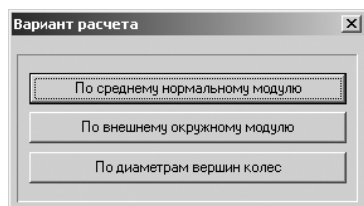

Рис. 5.24. Диалоговое окно **Вариант расчета**
- щелкните в начальном окне системы **Расчеты конической с круговыми зубьями** по кнопке **Геометрический расчет**. Появится диалоговое окно **Вариант расчета**, см. рис. 5.24.